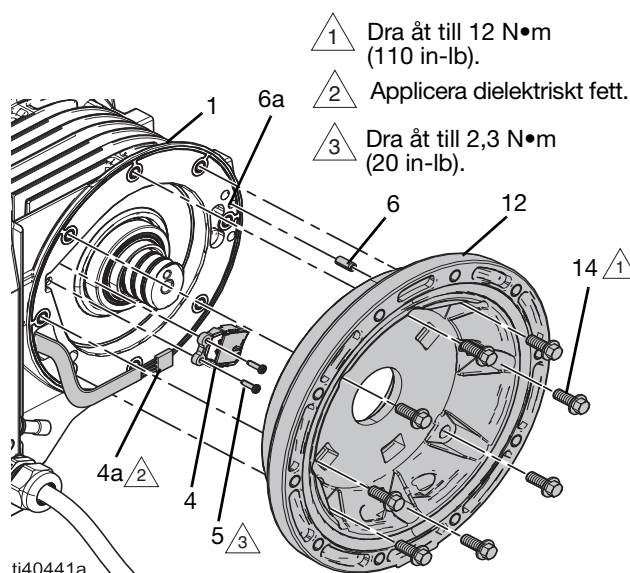

FIG. 17: Motorsensor
2. Montera försiktigt statorkåpan på sensorsidan (12):
- a. Montera tätningen (11) i statorkåpan (12).
- b. Rikta in stiftet (6) i statorkåpan (12) med stifthålet (6a) på statorhuset (1) och sätt försiktigt in statorkåpan (12). Se till att statorkåpan sitter ordentligt på plats. Se FIG. 17.
Se FIG. 17 och FIG. 19.